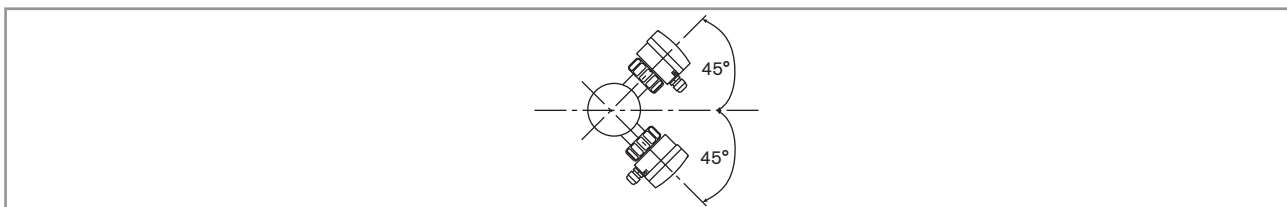

Abb. 4: Montagewinkel an der Rohrleitung
- Das Gerät vorzugsweise im 45°-Winkel zur horizontalen Rohrmitte installieren, um Ablagerungen auf den Elektroden und Fehlmessungen durch Luftblasen zu vermeiden (siehe Abb. 4);